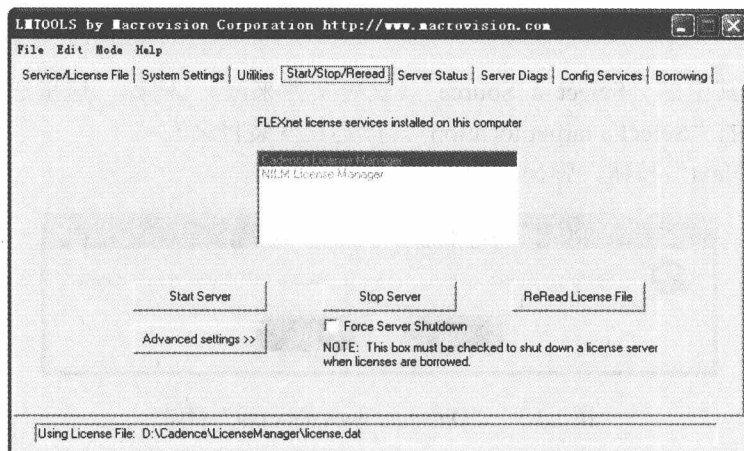

图 1.2.20 “Start/Stop/Reread” 选项卡
(2) 单击 “Start/Stop/Reread” 选项卡，如图 1.2.20 所示。